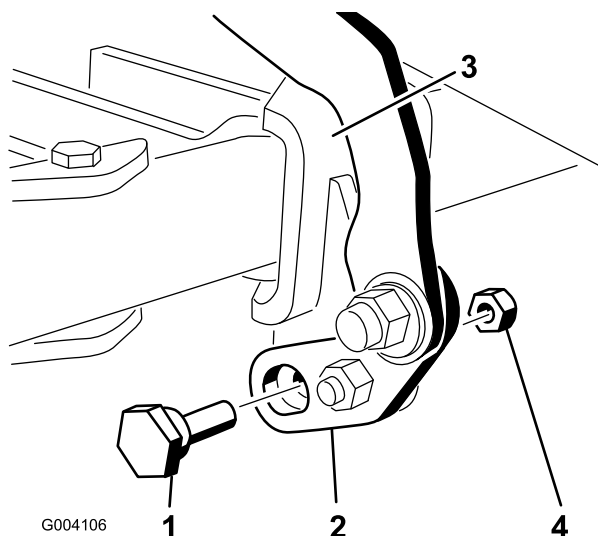
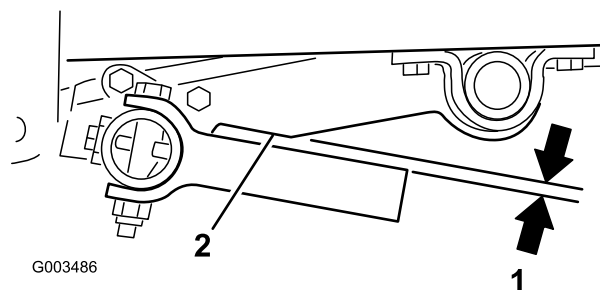

Figure 17
Figure 21
2. Mesurez la distance entre le cadre du groupe de déplacement et le tube de pivot, comme illustré à la Figure 17.
2. Tournez le boulon excentrique dans un sens ou dans l'autre jusqu'à ce que les dents soient parallèles au cran dans le bras de relevage (Figure 17 et Figure 21).